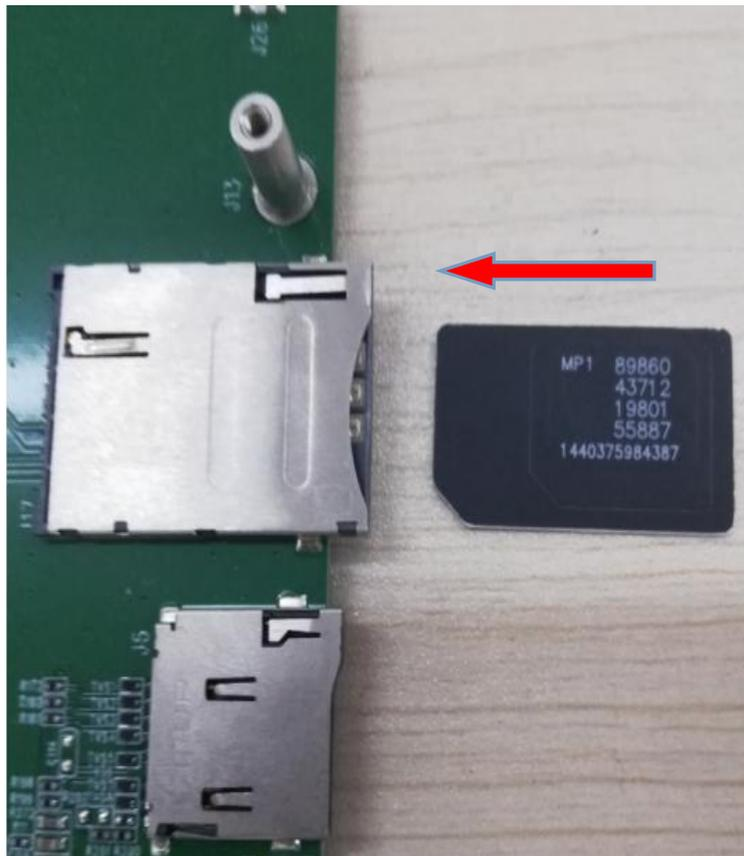

图 2.3.2
- 3、安装 SIM/UIM 卡时，注意 SIM/UIM 方向，如图 2.3.2，SIM/UIM 插入卡槽，压到 SIM/UIM 卡住即可